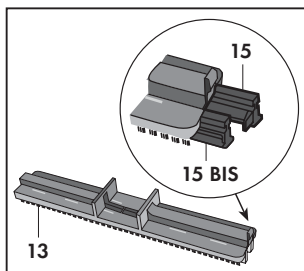

Fig. 14
- Il telaio setolato (13) dotato di inserti rigidi per moquette e tappeti (15 e 15 BIS). **(Fig. 14)**